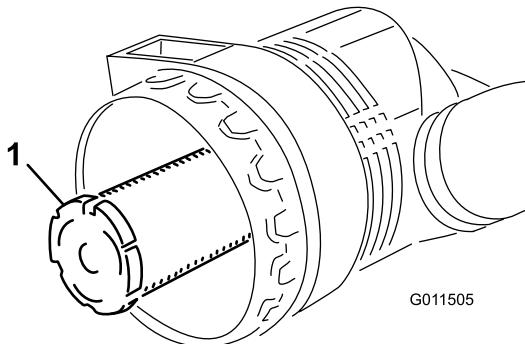

Figure 71
**Important:** N'essayez jamais de nettoyer l'élément de sécurité (Figure 71). Remplacez l'élément filtrant de sécurité une fois sur trois, quand vous effectuez l'entretien du préfiltre.